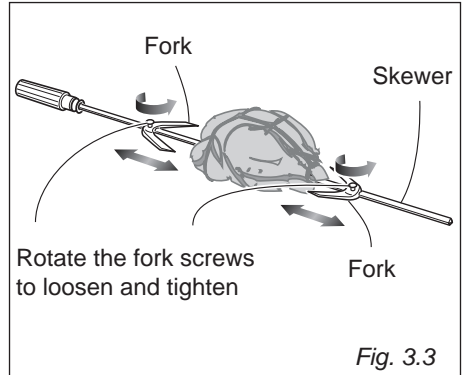

Fig. 3.3
2. **Secure the meat** (fig. 3.3).